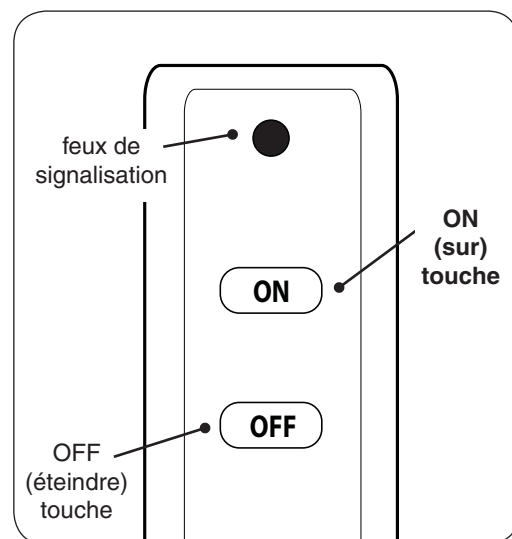

Fig. 42-2 Détail télécommande
2. Localiser la télécommande et appuyez sur la touche **ON** (sur). Voir Fig. 42-2. La séquence d'allumage commence.